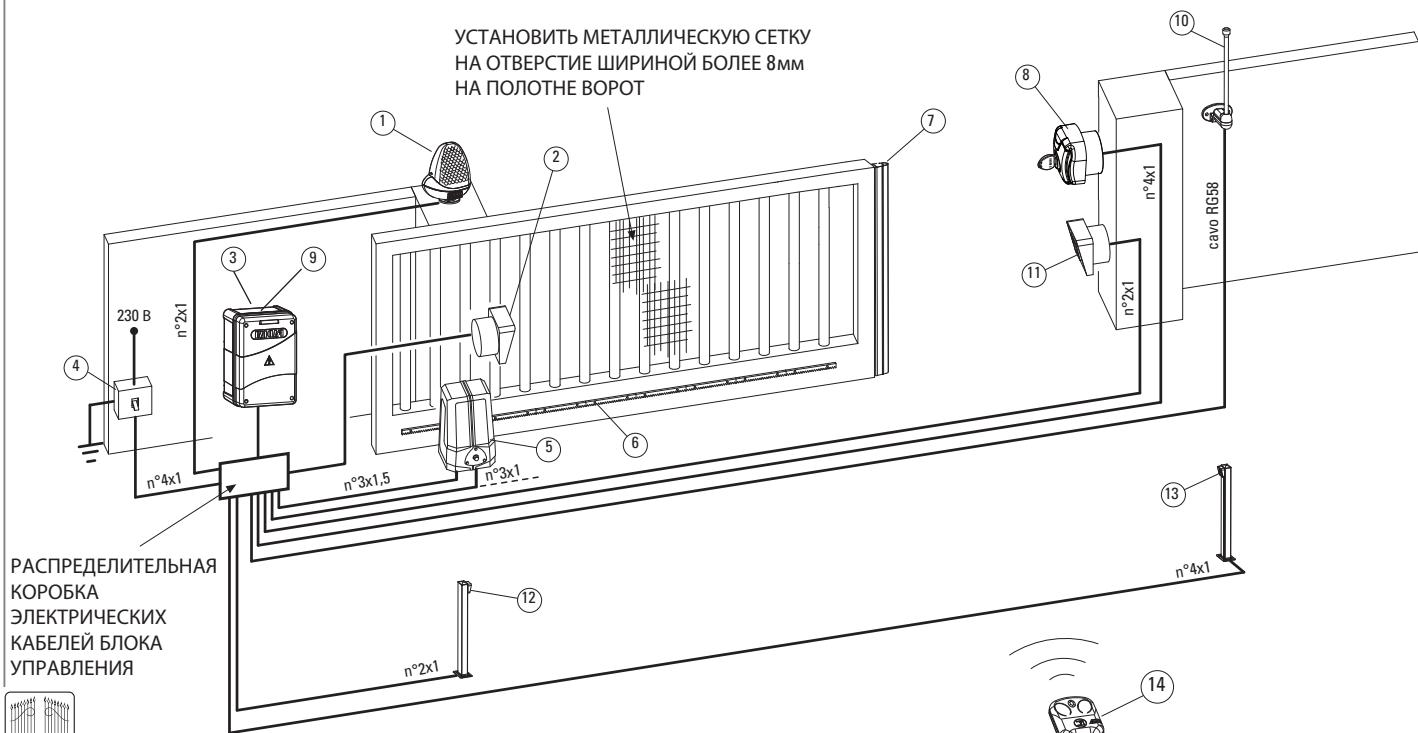

**РИС.5**
- Выполните монтаж **упоров концевых выключателей** соблюдая размеры, согласно приведённым рисункам: расстояние между краем ролика **пружинного контроллера** концевика и **переднем краем упора концевика** должно равняться **15мм**, этим обеспечивается гибкость пружины концевика на обе стороны движения створки (Рис. 5). Если **ролик** концевика переходит за 15мм, необходимо снять ролик и укоротить пружину.